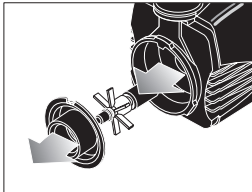

fig 8
- To clean the filter remove the filter sponge from the lid -fig. 8- and rinse thoroughly under running lukewarm water.
- Zur Reinigung der Filterpatrone, die Patrone herausnehmen und unter flie-ßendem Wasser abspülen -Abb. 8-.
- Pour nettoyer la cartouche de filtration la sortir du filtre et la rincer à l'eau courante -fig. 8-.